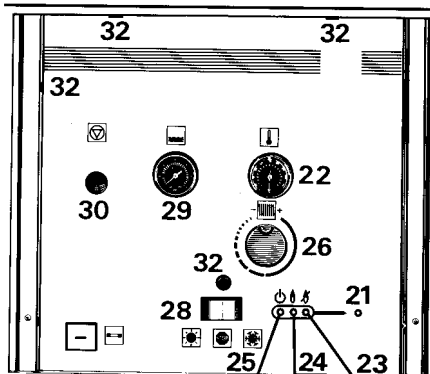
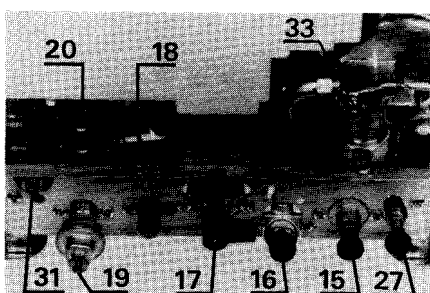

Fig. 1
Fig. 2
- Girare verso sinistra la manopola del rubinetto del gas (17) (fig. 2).
- Mettere l'interruttore (28) (fig.1) sulla posizione desiderata "ESTATE" o "INVERNO". La lampada spia "VERDE" si illumina.
**Nota :** Se il bruciatore non si accende (ad esempio perchè non è stata spurgata tutta l'aria dalla tubazione del gas) il dispositivo di controllo fiamma a ionizzazione interviene entro 5 secondi mettendo in sicurezza la caldaia. Dopo qualche istante si illumina la lampada spia "ROSSA". Per far ripartire la caldaia è necessario premere il pulsante di riarmo (21) (fig. 1) ; il ciclo di accensione ricomincia. Un ritardo di sicurezza è previsto tra due tentativi consecutivi di accensione.
Regolare il termostato della caldaia (26) (fig. 1) in funzione della temperatura esterna e della temperatura interna desiderata.
In periodi freddi, la manopola del termostato caldaia (26) (fig. 1) può essere lasciata in permanenza al massimo, cioè girato verso il segno "+".
Mettere l'interruttore sulla posizione "ESTATE" (28) (fig. 1). La caldaia funziona unicamente per la produzione di acqua calda.
Chiudere il rubinetto del gas (17) (fig. 2) girando la manopola verso destra.
Per eliminare questo fenomeno chiudere il rubinetto di mandata (15) (fig. 2).
- aprire il rubinetto di riempimento (27) (fig. 2).
- quando la lancetta del manometro (29) (fig. 1) raggiunge 1,5 bar richiudere il rubinetto di riempimento (27) (fig. 2).
### Sbloccaggio della pompa (fig. 1)
- svitare parzialmente la vite di scarico (33) (fig. 2).
- avvitare a fondo la rondella zigrinata della valvola di sicurezza (19) (fig. 2).
- svitare completamente la rondella zigrinata della valvola di sicurezza (19) (fig. 2).
- aprire il rubinetto di riempimento (27) (fig. 2) e caricare lentamente. Chiudere i vari spurghi d'aria posti sul circuito.
- chiudere i rubinetti posti sulla mandata e sul ritorno del riscaldamento (15 e 20) (fig. 2) spingendo e avvitando a fondo.